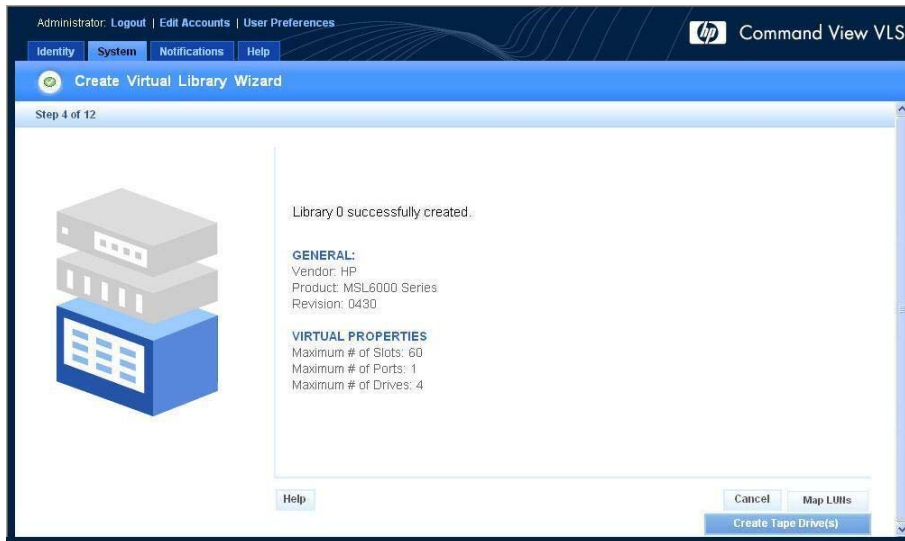

Figure 48 Fenêtre Create Virtual Library Wizard (Assistant de création de bibliothèque virtuelle) (4 sur 12)
Une fenêtre récapitulative s'ouvre et affiche les détails de l'émulation de bibliothèque créée (Figure 48).
1. Si vous êtes déjà dans la fenêtre Create Library Wizard (Assistant de création de bibliothèque) (Figure 48), cliquez sur **Create Tape Drive** (Créer unité de sauvegarde).